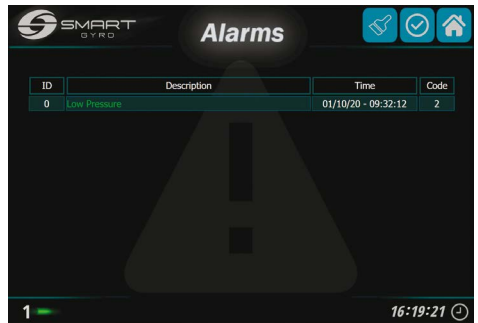

Bild 32
De larm som inte längre finns med i systemet kan tas bort från listan (bild 32) genom att man trycker på symbolen med en borste (bild 29, (3)).